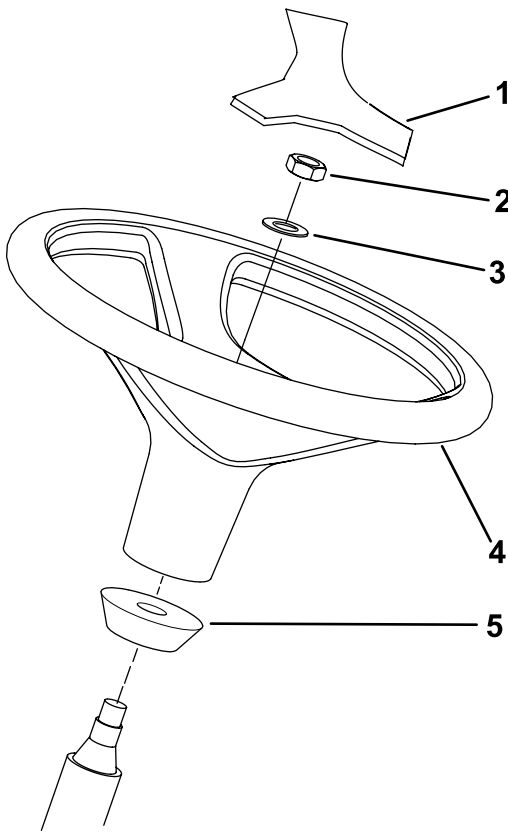

Bild 10
1. Nehmen Sie das Lenkrad von der Versandpalette ab (Bild 10).
Hinweis: Stellen Sie sicher, dass der Schaumkragen auf der Lenkwelle verbleibt (Bild 10).
3. Ziehen Sie das Lenkrad und die Scheibe auf die Lenkwelle auf (Bild 10).
5. Befestigen Sie die Abdeckung am Lenkrad (Bild 10).